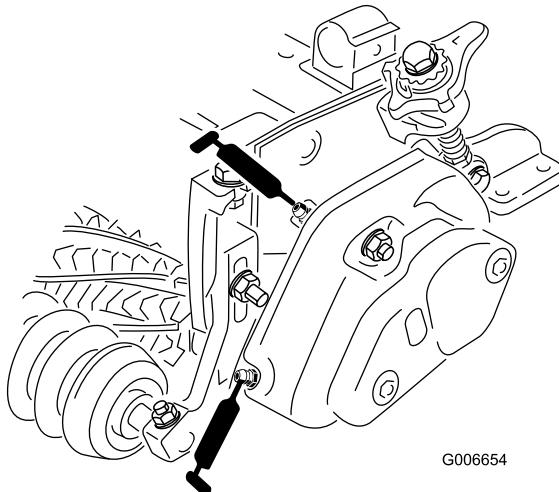

Рисунок 14
25. Заполните консистентной смазкой каждый корпус подшипника барабана (Рисунок 14). Излишки смазки будут выдавлены между внутренними уплотнениями и ограждениями уплотнений.
26. Смажьте консистентной смазкой каждый подшипник механической щетки (максимум 2 или 3 качания смазочным шприцем) (Рисунок 14). Не допускайте чрезмерного смазывания, так как слишком большое количество консистентной смазки может нарушить герметичность. Удалите излишки консистентной смазки.